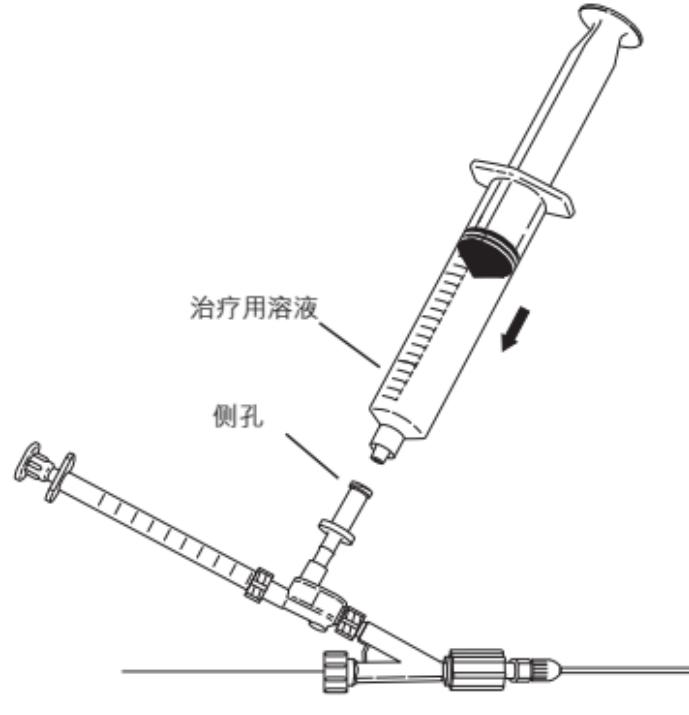

图7
9. 若要开始治疗用溶液的灌注操作，首先取掉20毫升肝素生理盐水注射器，在侧孔装置处留下半月面的液量。在将另一个装满溶液的注射器连接至侧孔之前，应保证所有气泡均已排出。重新接上一个装满治疗用溶液的注射器。**(图7)**